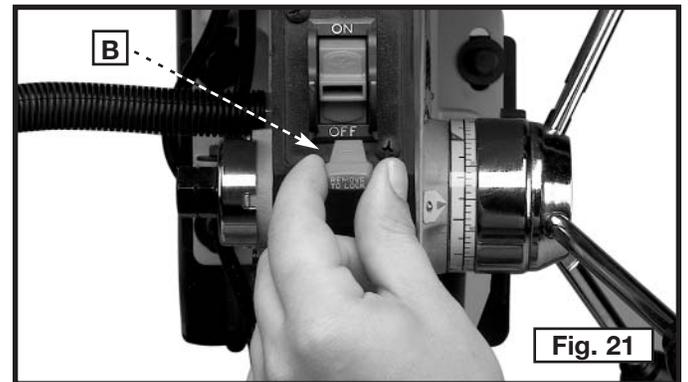

Fig. 21
Cuando la herramienta no es adentro uso, el interruptor se debe bloquear en la posición de "OFF". Esto puede hacerse al tomar la palanca del interruptor (B) y extrayéndola del interruptor, como puede apreciarse en la Fig. 21. Una vez quitada la palanca del interruptor (B), el interruptor no podrá ser accionado. Sin embargo, si se llegase a quitarla palanca del interruptor durante el funcionamiento de la taladradora, el interruptor puede ser **APAGADO**, pero no puede volverse a encender sin la inserción de la palanca del interruptor (B).